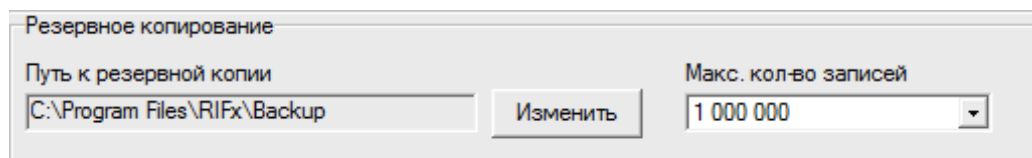

Рисунок 52.
- В группе «Резервное копирование» (см. рисунок 52) нажать кнопку «Изменить» и выбрать каталог, где будут храниться резервные копии комплекса;